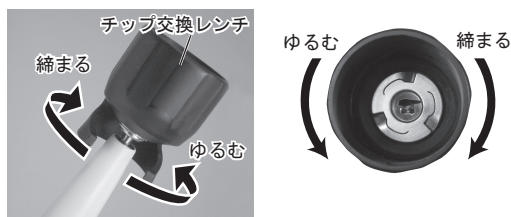

図15
- 2) チップの上からチップ交換レンチの穴を通し、チップの四角になっている部分を合わせて挿し込みます。次にチップ交換レンチを締め付け「カチッ、カチッ」と空まわりするまで締め付けます(図 15)。その際はハンドピースを持ち、ハンドピースコードがねじれないようにしてください。
チップを取り外す際は、図 15 のゆるむ方向へ回しゆるめます。